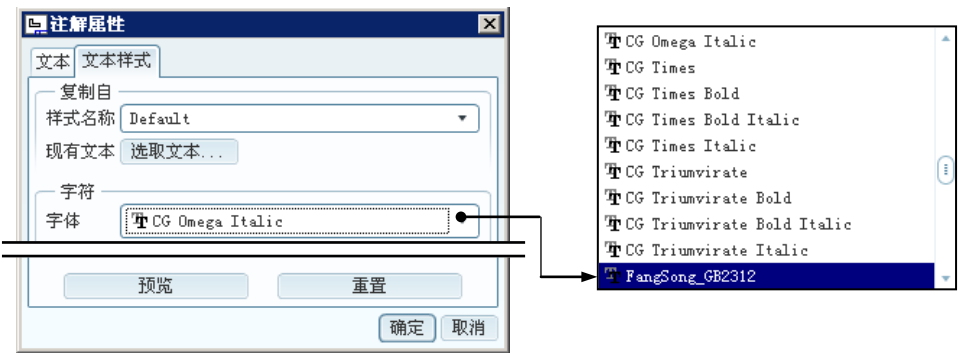

图 8.1.37 “注解属性”对话框
Step9. 按照图 8.1.37 所示的“注解属性”对话框的 选项卡,在 中设置